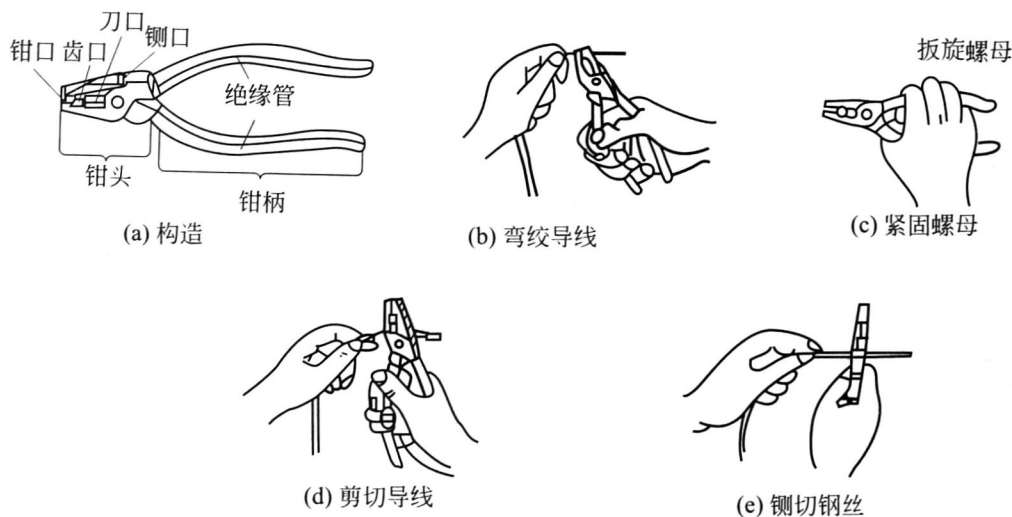

图 1-5 钢丝钳的构造及应用
④ 钢丝钳 钢丝钳是一种夹持或折断金属薄片、切断金属丝的工具，电工用钢丝钳的柄部套有绝缘套管（耐压 500V），其规格用钢丝钳全长的毫米数表示，常用的有 150mm、175mm、200mm 等。钢丝钳的构造及应用如图 1-5 所示。
钢丝钳在电工作业时，用途广泛。钳口可用来弯绞或钳夹导线线头；齿口可用来紧固或起松螺母；刀口可用来剪切导线或钳削导线绝缘层；侧口可用来侧切导线线芯、钢丝等较硬线材。钢丝钳各用途的使用方法如图 1-5 所示。在使用钢丝钳时应注意以下事项。